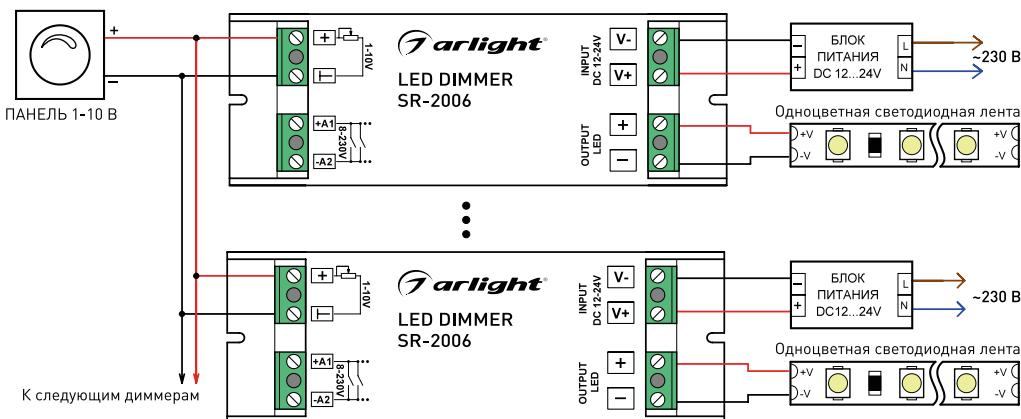

Рис. 1. Схема подключения при управлении 1-10 В.
- 3.5. Подключите панель 1-10 В от контроллера к соответствующему входу диммера, сблюдая полярность, в соответствии со схемой [рис. 1].